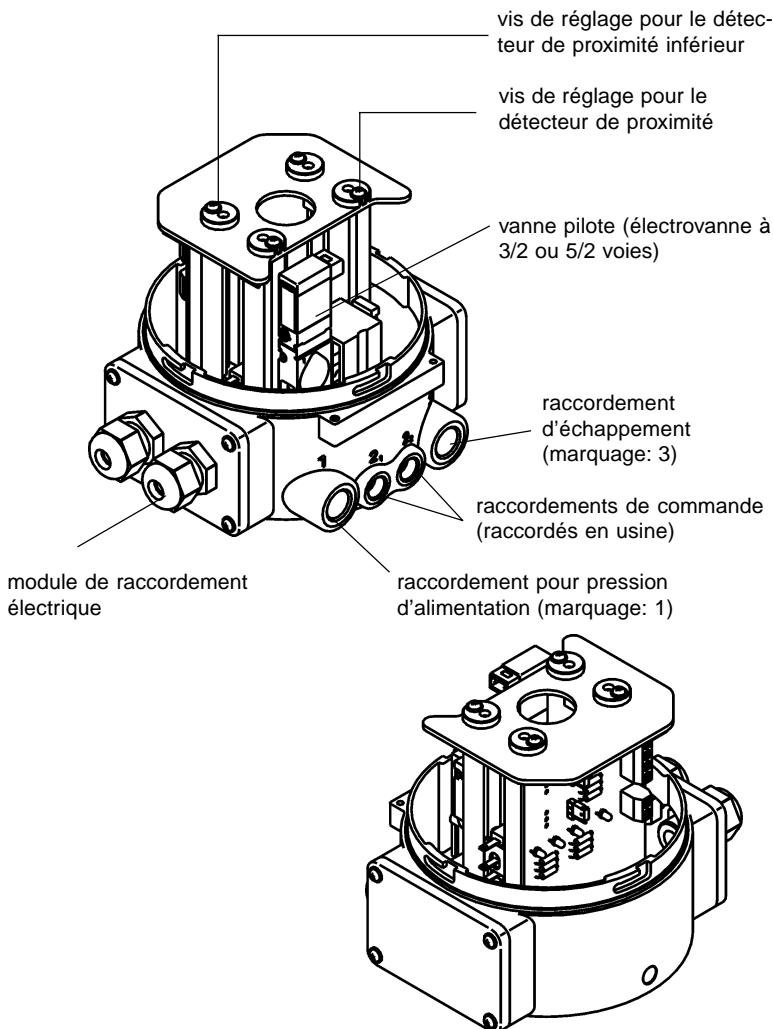

Figure1: Structure de la TopControl ON/OFF,couvercle enlevé
La TopControl ON/OFF (figure 1) est de construction modulaire, de façon à ce que diverses extensions et concepts de connexion électrique puissent être réalisés.
Les positions de détecteurs de proximité resp. les positions limites peuvent être modifiées par l'exploitant au moyen de vis de réglage (figure 1).
- Connectez la pression d'alimentation sur le raccordement de pression 1 (voir figure 1) (3.7 bar; air d'instrument, exempt d'huile, d'eau et de poussière)
- Montez la conduite d'évacuation ou le silencieux sur le raccordement d'évacuation 3 (figure 1)
- Régler les détecteurs de proximité au moyen des vis de réglage (figure 1).